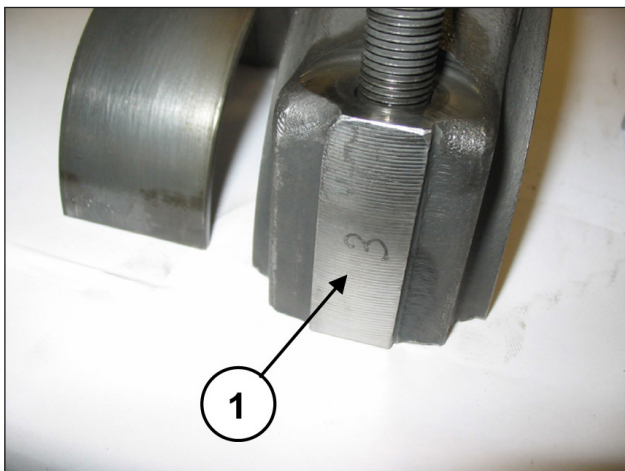

Fig. 33
Accoppiare le semibielle ai cappelli precedentemente smontati facendo riferimento alla numerazione (pos. ①, Fig. 33).
Separare i cappelli dalle semibielle; il corretto accoppiamento sarà garantito dalla numerazione posta su un lato (pos. ①, Fig. 33).